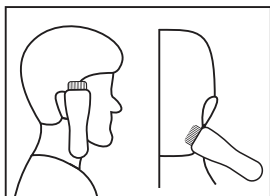

Figura 10
2. Para aparar as costeletas com um corte reto, inverter a posição do cortador de modo que o lado de baixo fique para cima (Figura 10).